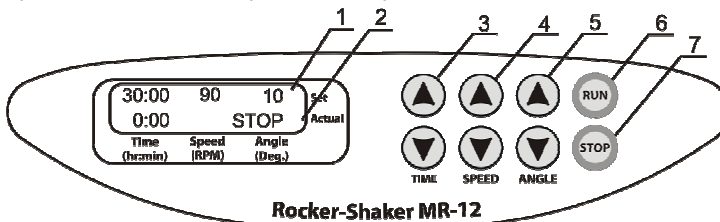

Fig.1. Pannello anteriore
- 4.2. Il display si accenderà e sulla riga in alto compariranno i valori precedentemente impostati relativi a tempo, RPM e angolo di inclinazione (Set, fig.1/1) e, nella riga in basso (Actual fig.1/2), compariranno i valori effettivi degli stessi parametri (0:00 — tempo, indicazione della modalità, STOP/ RUN).
- 4.3. Impostazione del tempo. Utilizzando i tasti ▲ e ▼**TIME** (Fig. 1/3), impostare l'intervallo di tempo operativo desiderato in ore e minuti (incremento di 1 minuto). Per aumentare l'incremento, tenere premuto il tasto per più di 3 secondi.
Se il tempo di funzionamento non è impostato e l'indicatore del timer segna 0:00, premendo il tasto RUN (Fig. 1/6), l'unità verrà avviata in modalità di funzionamento continuo e l'operazione potrà essere interrotta solo premendo il tasto STOP (Fig. 1/7).
- 4.4. Impostazione della velocità. Utilizzando i tasti ▲ e ▼**SPEED** (Fig. 1/4), impostare l'intensità di agitazione desiderata in oscillazioni al minuto (incremento di 1 oscill./min). Per aumentare l'incremento, tenere premuto il tasto per più di 3 secondi.
- 4.5. Impostazione dell'angolo di inclinazione. Utilizzando i tasti ▲ e ▼**ANGLE** (Fig. 1/5), impostare l'angolo desiderato (incremento di 1°). Per aumentare l'incremento, tenere premuto il tasto per più di 3 secondi.
- 4.7. Premere il tasto **RUN** (Fig. 1/6). La piattaforma comincerà il movimento di agitazione e il timer comincerà a contare l'intervallo di tempo (precisione di 1 minuto).
- 4.8. Se la piattaforma è sovraccaricata, il dispositivo tenterà di riavviare l'operazione per tre volte (indicazione: DRIVER ERROR). Se i tentativi di riavvio non vanno a buon fine, sul display comparirà l'indicazione lampeggiante OVERLOAD accompagnata da un segnale acustico ripetuto finché non verrà premuto il tasto **STOP** (Fig. 1/7). Eliminare la causa del sovraccarico e riavviare l'operazione (vedere p. 4.6).